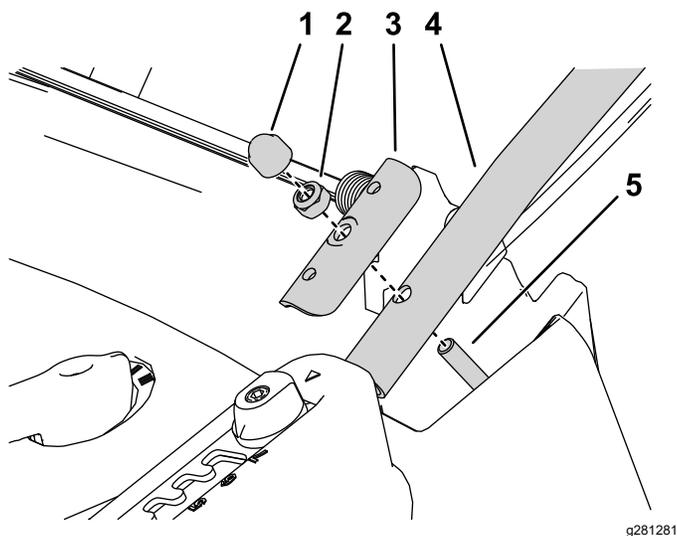

Figura 3
2. Instale a pega inferior em cada lado da parte superior da plataforma do cortador com uma placa de fixação e a porca de bloqueio hexagonal removida da plataforma no passo anterior (Figura 3).